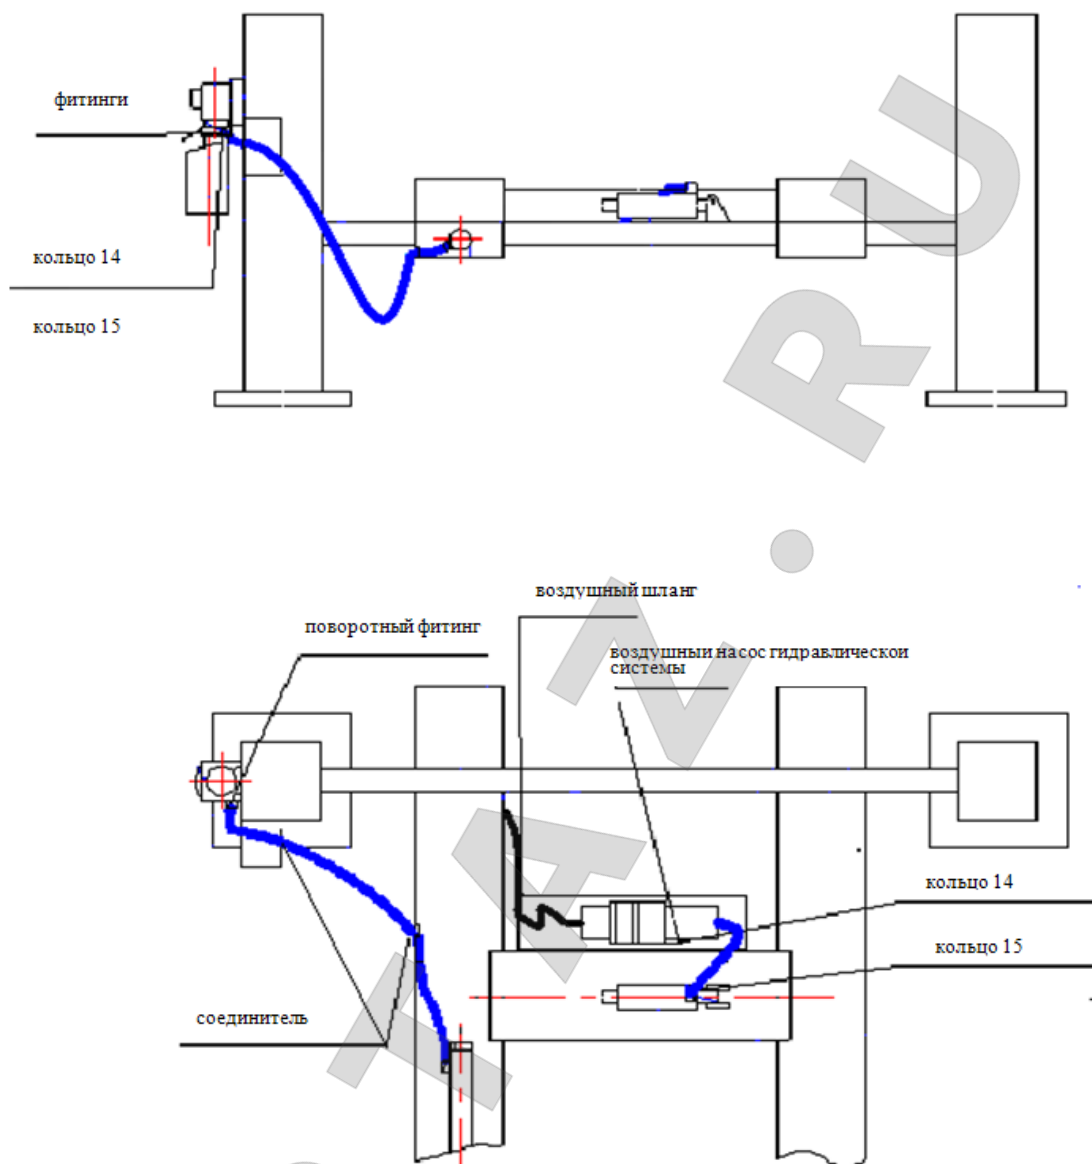

Рисунок 4
- Если через некоторое время после начала эксплуатации была обнаружена утечка масла, тщательно проверьте все соединения, и, если утечка вызвана износом уплотнителей, замените их. При замене уплотнителей убедитесь, что их характеристики соответствуют характеристикам оригинальных уплотнителей. См. рисунок 4.